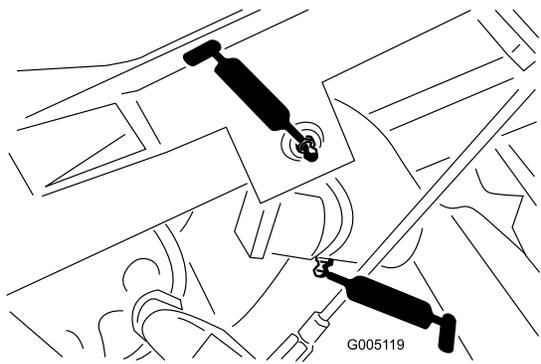

Figure 30
- Pivot de bras de levage (3) et articulation de pivot (3) (Figure 30)